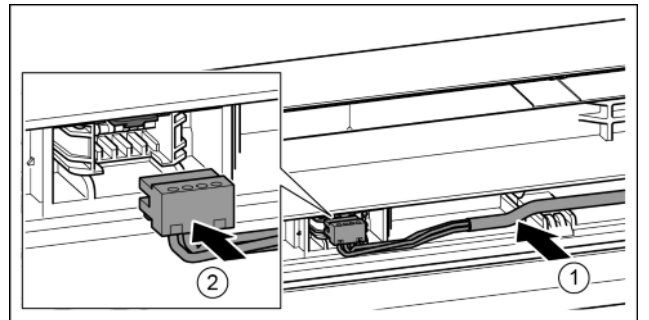

Fig. 37
- ▶ Poser le câble gris dans le guide de la porte supérieure. *Fig. 37 (1)*
- ▶ Insérer le connecteur. *Fig. 37 (2)*